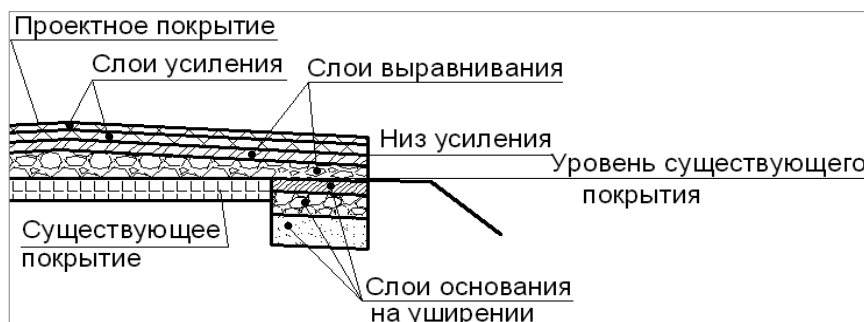

Рис. 24. Выравнивание по ширине проектного покрытия
Выравнивание по ширине – Проектного покрытия: устройство слоёв выравнивания выполняется на всю ширину проектного покрытия, в том числе, и над уширением (рис. 24).
Для слоёв выравнивания в этом случае должен быть оставлен просвет между низом усиления и верхним слоем основания дорожной одежды на уширении. Поэтому верхний слой основания на уширении располагается на уровне существующего покрытия (рис. 24).
- от низа усиления до этого отрезка дорожная одежда на уширении отсекается (рис. 24);